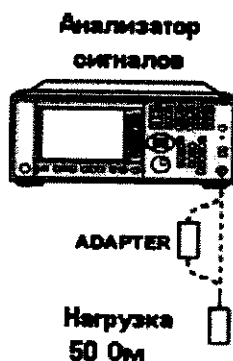

Рисунок 12
7.2.8.1 Средний уровень собственных шумов определить измерением уровня с усреднением показаний отсчетных устройств анализатора при отсутствии сигнала и подключении на вход анализатора согласованной нагрузки с соответствующим диапазоном рабочих частот (Рисунок 12)